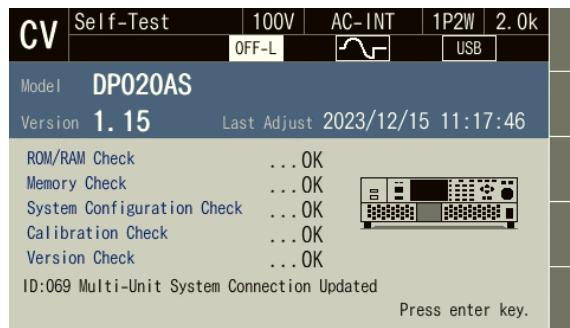

図3-4 以前と異なるシステムで起動したときのセルフチェック画面
2. セルフチェックが行われ、結果が表示されます。結果に問題があった場合又は多筐体システム接続を変更した場合、図3-4のようにセルフチェック画面で起動処理は一時停止します。セルフチェック結果を確認し、ENTERキーを押すと、起動処理が再開します。